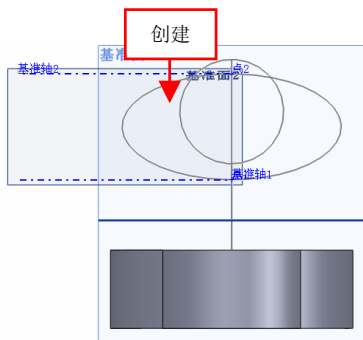

图 15-43 创建草图 5 对象
(14) 退出草图绘制环境，单击【草图绘制】按钮，选取基准面 1 为草图基准面，进入草图绘制环境，单击相应的按钮，在绘图区中绘制草图对象，并退出草图环境，创建草图 5 对象，如图 15-43 所示。